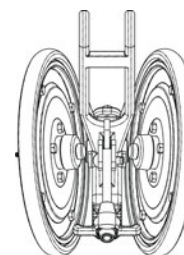

Figuras 42
- 03** - La rueda compactadora en "V" (1), puede también ser regulada su presión a través de la palanca (4). Para ese regulado, proceda según muestra las figuras 42.